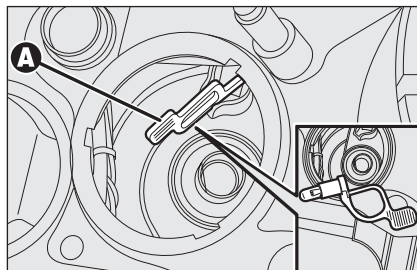

fig. 27
- ☐ agire sulla linguetta **A-fig. 27**, estrarre la lampada e sostituirla;